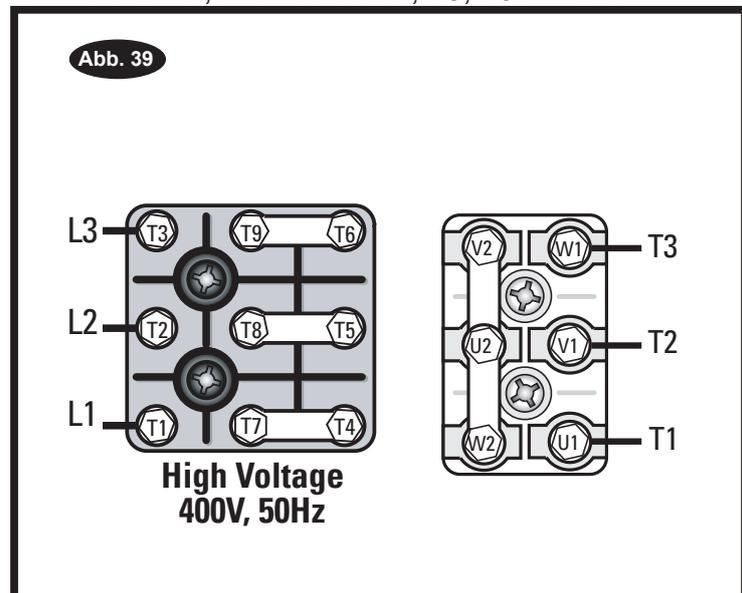

Abb. 40
- Befestigen Sie die Basisplatte der Steuerung mit 5 Stück M8x10 Rundkopf-Kreuzschlitzschrauben und 4mm dicken Unterlegscheiben, Abb. 40, 41 und 42.